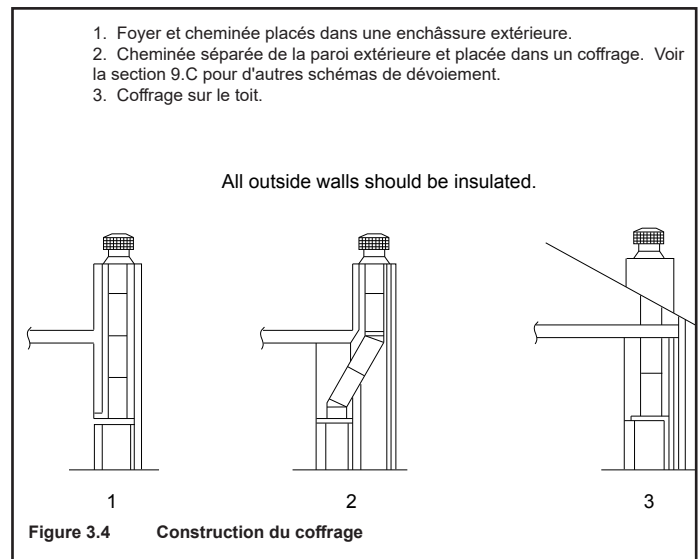

Figure 3.4 Construction du coffrage
Un coffrage est une structure verticale semblable à une boîte qui entoure le foyer et/ou les conduits d'évacuation. Les cheminées verticales qui longent l'extérieur d'un bâtiment doivent être installées à l'intérieur du coffrage. Voir la figure 3.4.
- Dans les régions froides, les parois du coffrage doivent être isolées jusqu'au niveau du faux plafond, illustré à la figure 3.4. Cela aidera à diminuer les pertes de chaleur de la maison autour du foyer.
Trois exemples d'applications de coffrage sont présentés à la figure 3.4.